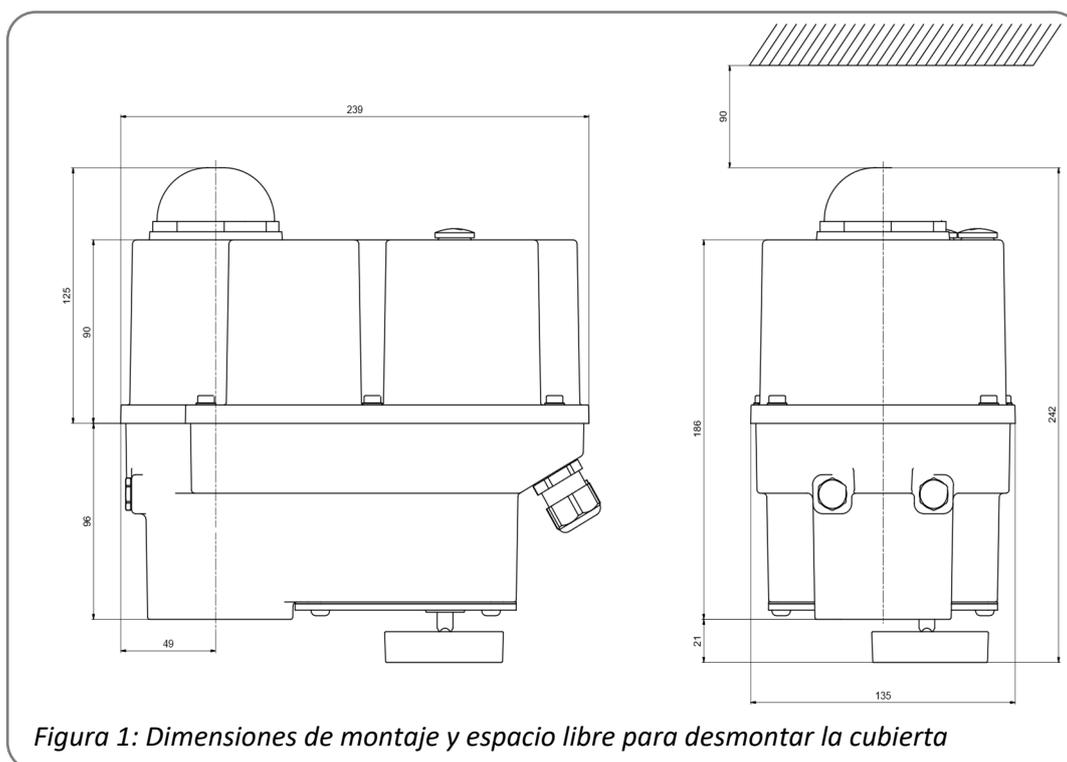

Figura 1: Dimensiones de montaje y espacio libre para desmontar la cubierta
- Los actuadores deben instalarse con espacio suficiente para retirar la cubierta (figura 1).